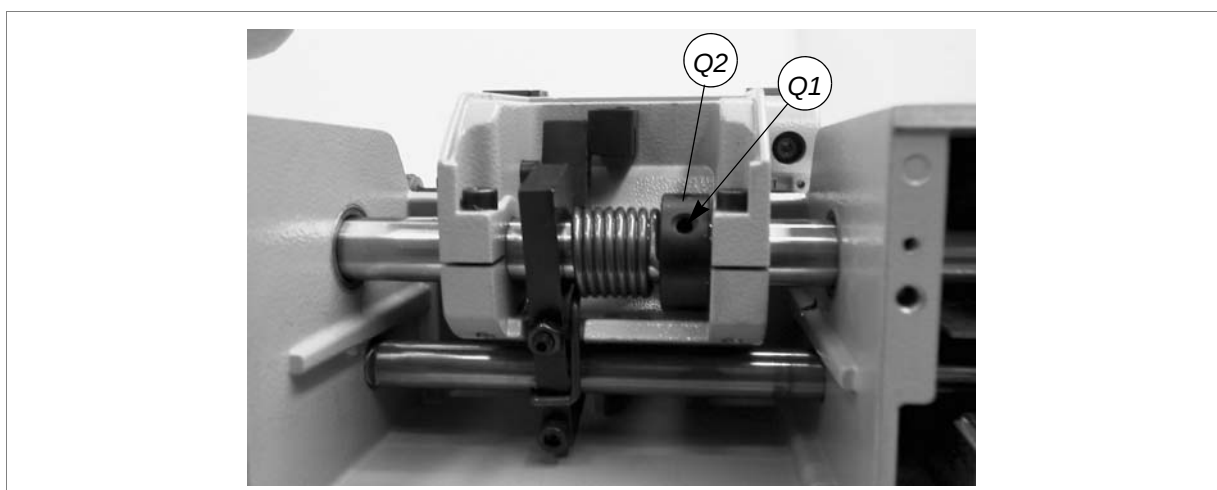

Fig. 48
- 13) Desaperte o pino (Q1) da bucha (Q2) para mola (fig.48, pág.29).